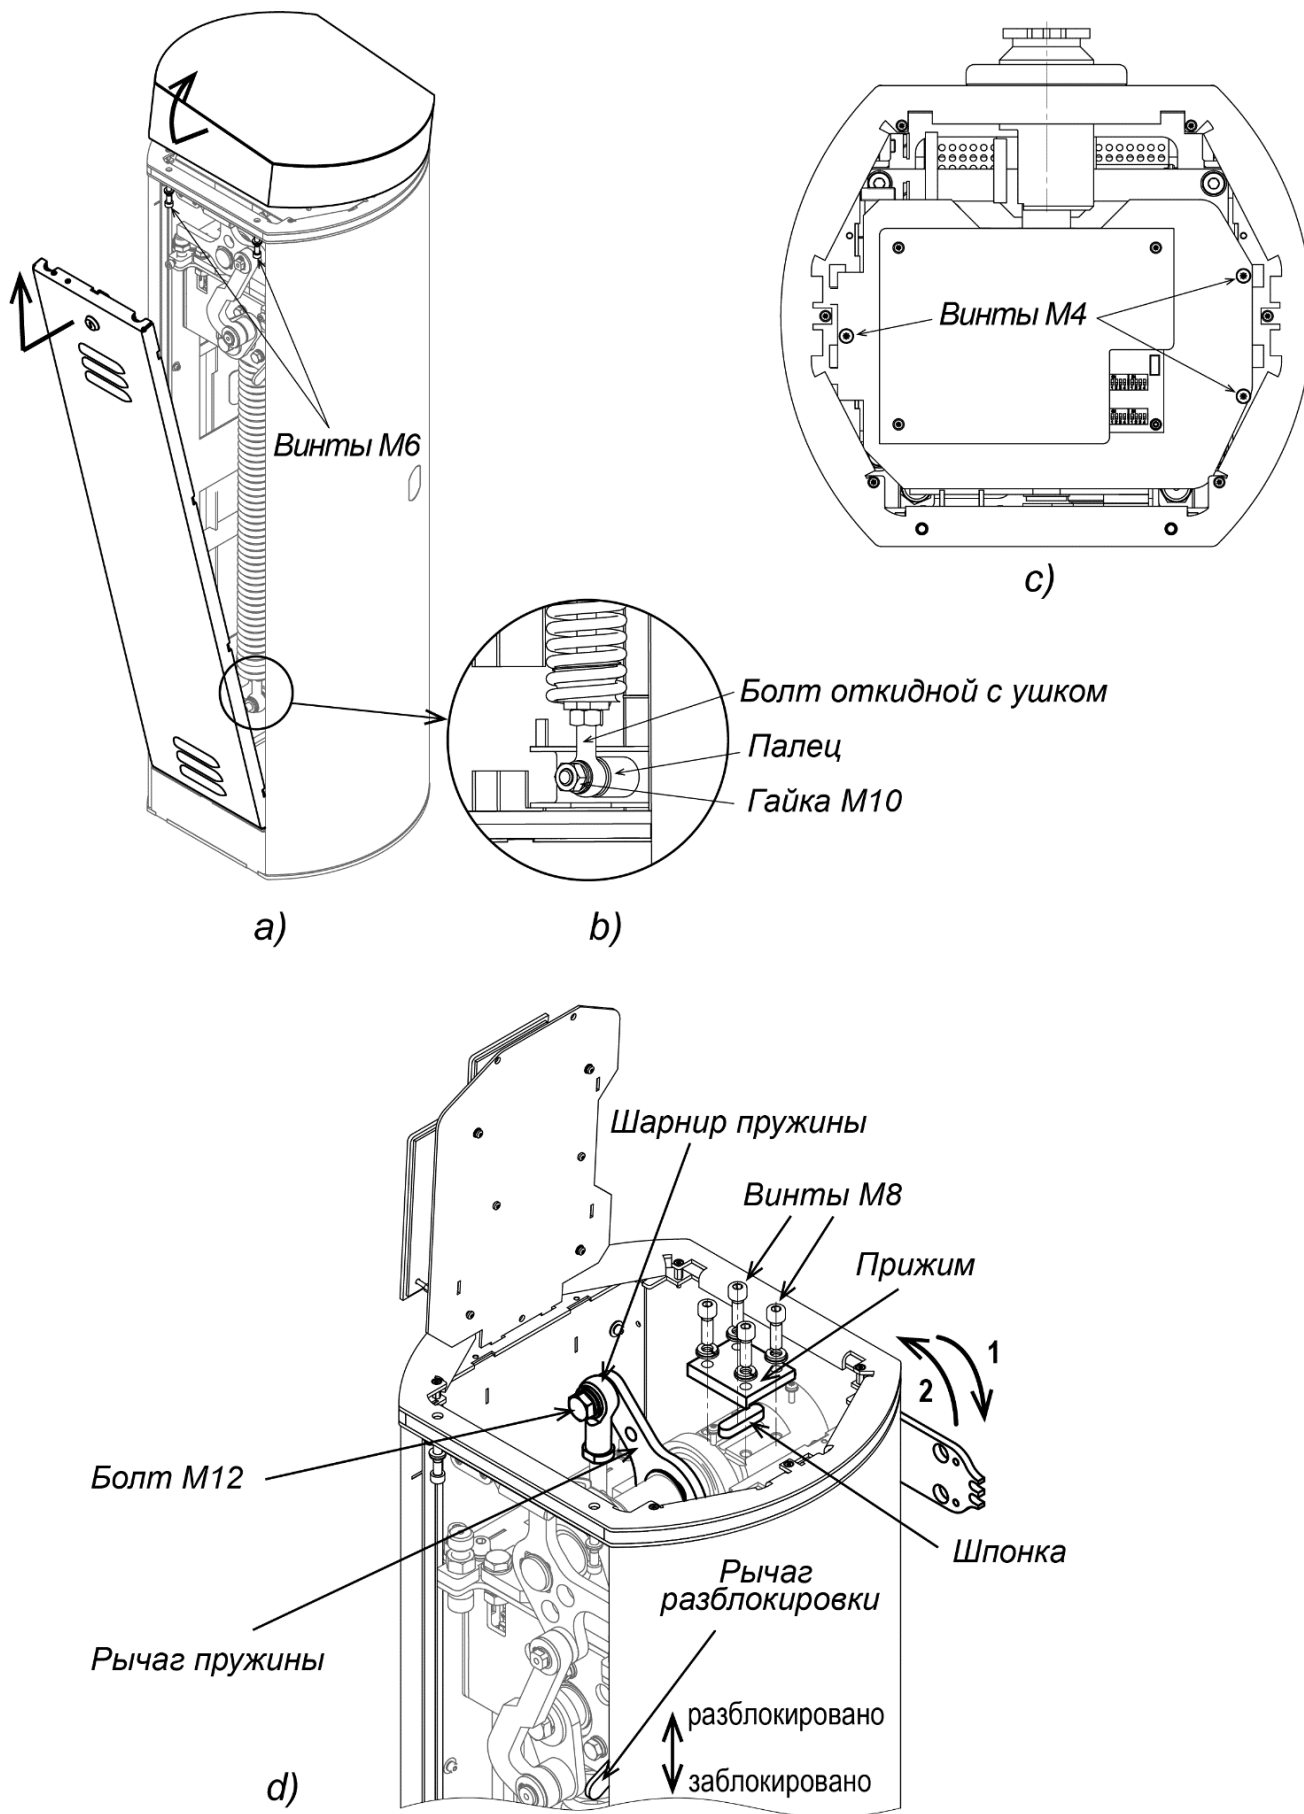

Рисунок 11. Порядок переустановки стрелы шлагбаума
4. Поднимите передний край крышки вверх и снимите ее со шлагбаума. Будьте осторожны, не повредите контроллер, находящийся под крышкой (см. рис. 11).
1. Снимите дверцу, предварительно повернув ключ замка и открутите два винта М6, которые находятся снизу на верхней грани проема дверцы. Аккуратно, чтобы не повредить установленный внутри блок управления, снимите крышку, сдвинув ее за передний край на себя и затем подняв его вверх (см. рис. 11а).
3. Открутите гайку М10 и снимите пружину с пальца. Открутите вторую гайку, расположенную с обратной стороны кронштейна корпуса, и снимите палец (см. рис. 11б).
4. Открутите три винта М4 и поверните пластину с блоком управления на 90 градусов вверх (см. рис. 11с).